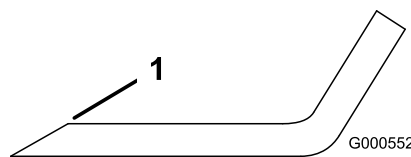

Figura 78
1. Utilice una lima para afilar el filo de corte en ambos extremos de la cuchilla (Figura 78).
Nota: Si la cuchilla no está equilibrada, rebaje algo el metal en la parte de la vela solamente con una lima (Figura 78).